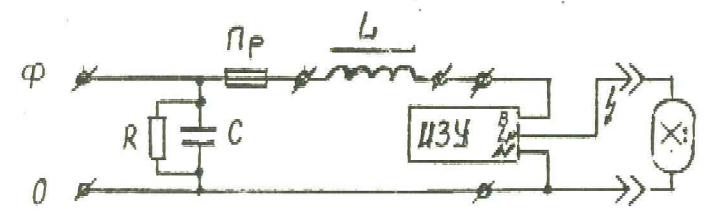

Рис.5
5.3. Провода сети вводятся через сальниковый ввод в корпус светильника и подключаются к клеммной колодке или зажиму согласно схеме включения (рис.5), а заземляющего провода - защитному зажиму на панели.